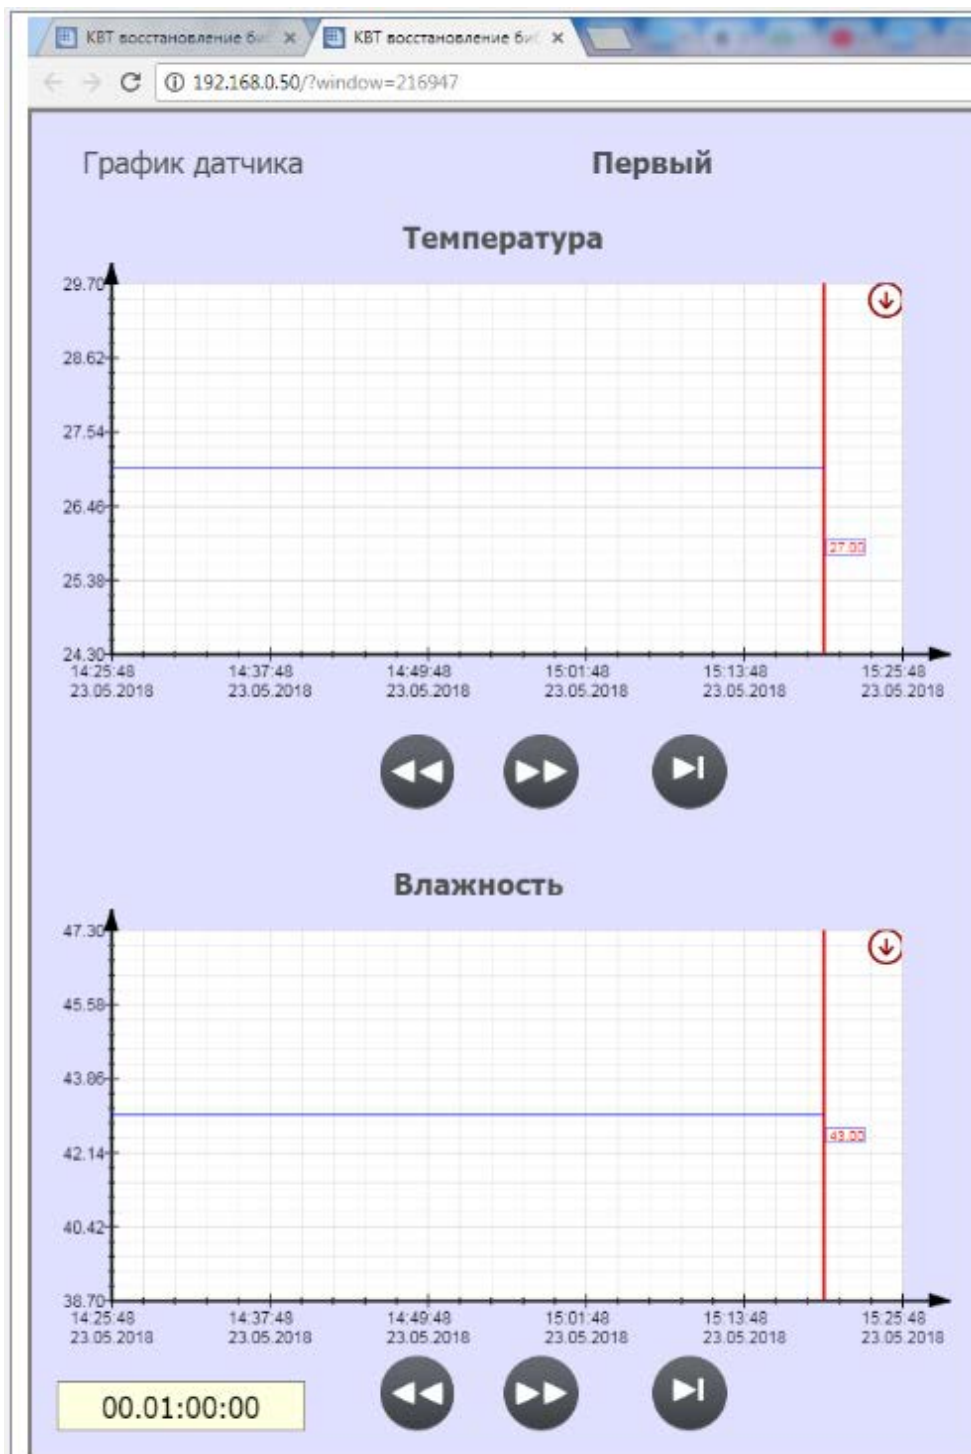

Рис. 9. Экран просмотра показаний датчика
6.1.3.3 Кнопка  предназначена для вывода на экран показаний датчика, находящегося в этой же строке. При нажатии этой кнопки появляется график температуры и влажности выбранного датчика Рис. 9.